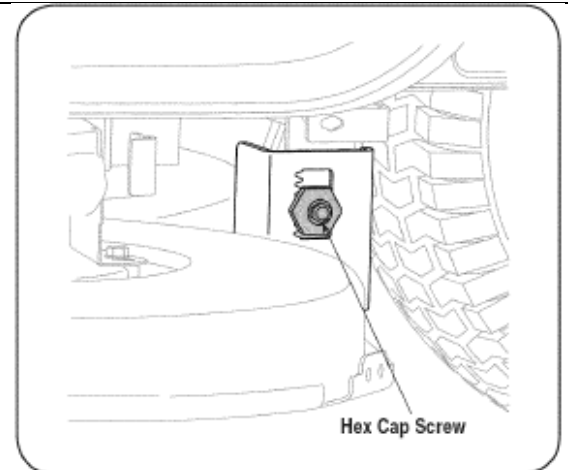

Рис. 16
3. Ослабьте, но не откручивайте шестигранную гайку на левом кронштейне деки. См. Рис. 16.